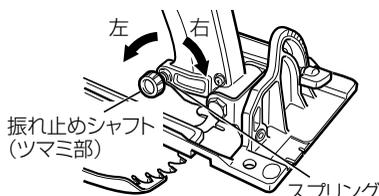

図 11
- ① 図 11 の振れ止めシャフトツマミ部を右へ回転させれば、振れ止めシャフトとのこの刃の隙間は小さくなります。左へ回転させれば、隙間は広がります。